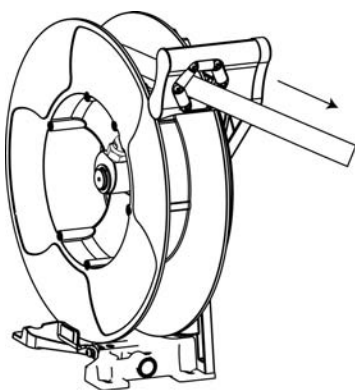

Fig. 6
- Unwind the hose completely and then search for the ratchet blocking position (Fig 6).
- Desenrollar totalmente la manguera usada y buscar la posición de bloqueo del trinquete más próxima a esta longitud (fig. 6).